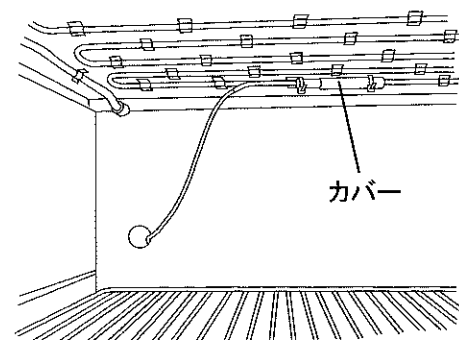

図 5
7. 自記温度記録計の感温部に付属のカバーを被せ、図 5 のように棚板の裏面に、付属のバインダ(2 個)を使用して固定してください。